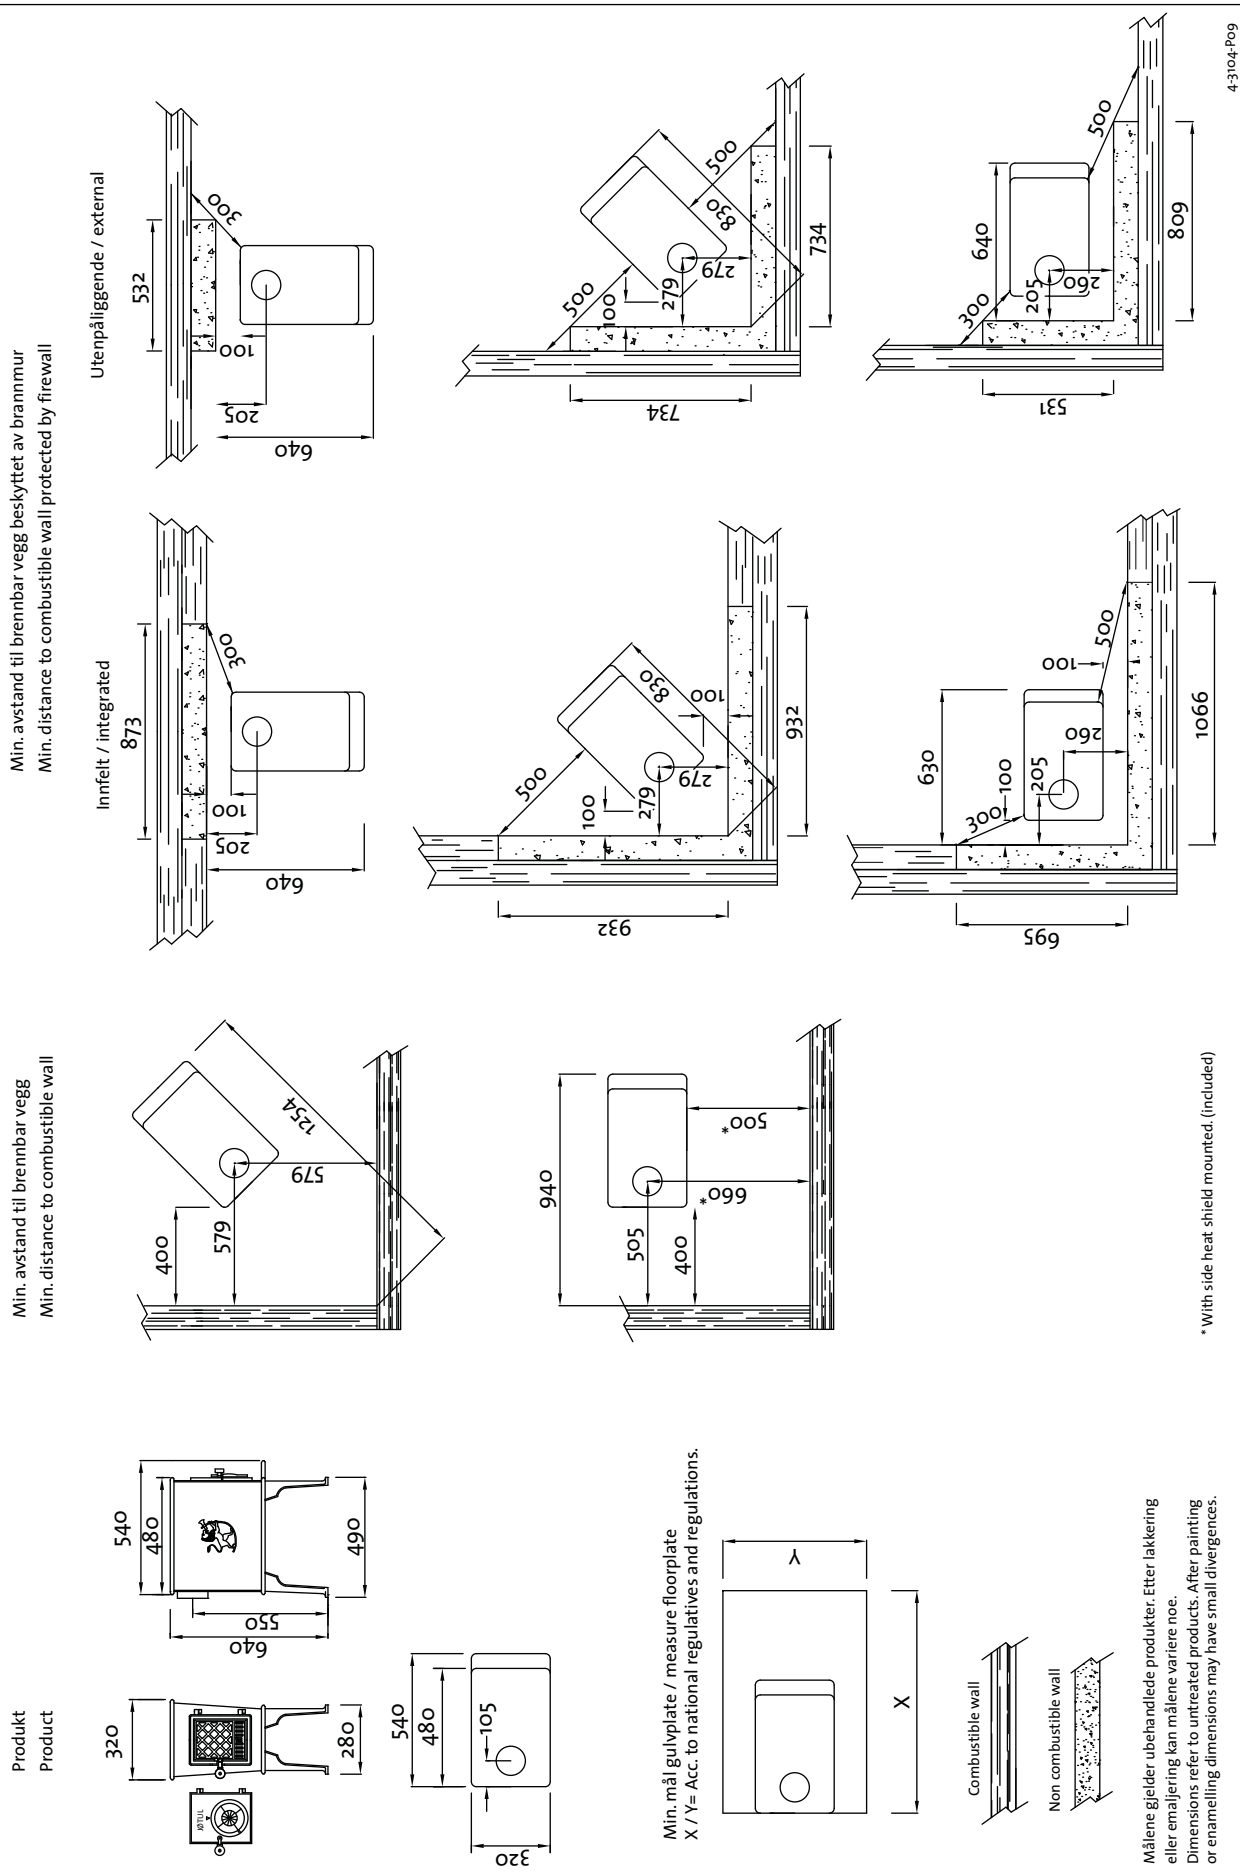

Fig. 2
- Als de muren ook moeten worden beschermd, kunt u daarvoor het meegeleverde hitteschild gebruiken. Met de beugel kunt u het hitteschild voor de vloer verbinden met het schild voor de muur. Schroef de beugel in het midden van de vloerplaat vast (afb. 2).